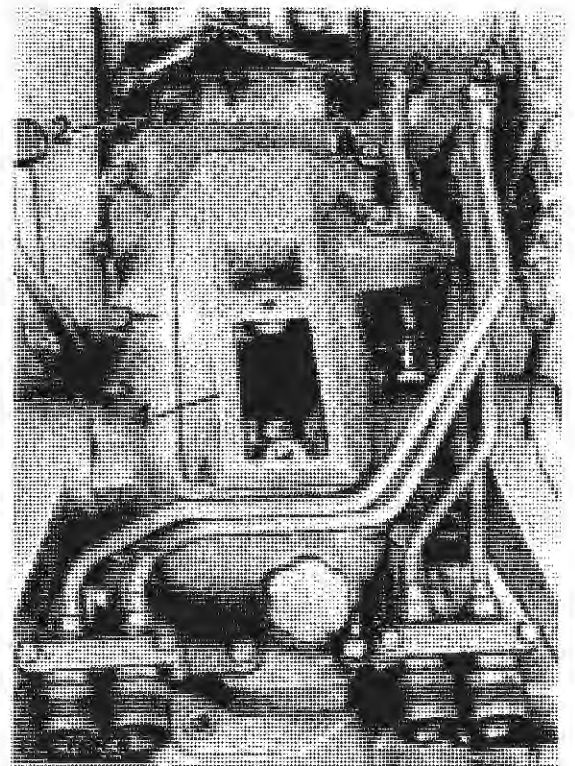

Fig. 8 — Relevage hydraulique monté.
Enlever l'habillage de la boîte de vitesses. Débrancher le fil 2 (fig. 8) de l'interrupteur de sécurité au démarrage.
Enlever la conduite d'alimentation 1 (fig. 8). Mettre le levier de système 3 en position "L" (III) de sorte que le galet de la tringlerie de commande glisse le long du secteur de commande du levier pendant la dépose du relevage hydraulique.
Dévisser les vis de fixation (voir flèche sur fig. 8) du relevage hydraulique. A l'aide d'un appareil de levage déposer le relevage hydraulique complet avec le carter intermédiaire (4) et les distributeurs de commande auxiliaires (si existants) de la boîte de vitesses.
A l'aide d'un appareil de levage reposer le relevage hydraulique sur la boîte de vitesses et serrer les vis de fixation (voir flèche sur fig. 8) au couple prescrit.
Brancher la conduite d'alimentation 1 (fig. 8) du distributeur de commande auxiliaire au raccord coudé du carter intermédiaire 4. Refixer les bielles sur les bras de relevage. Monter le siège du conducteur.